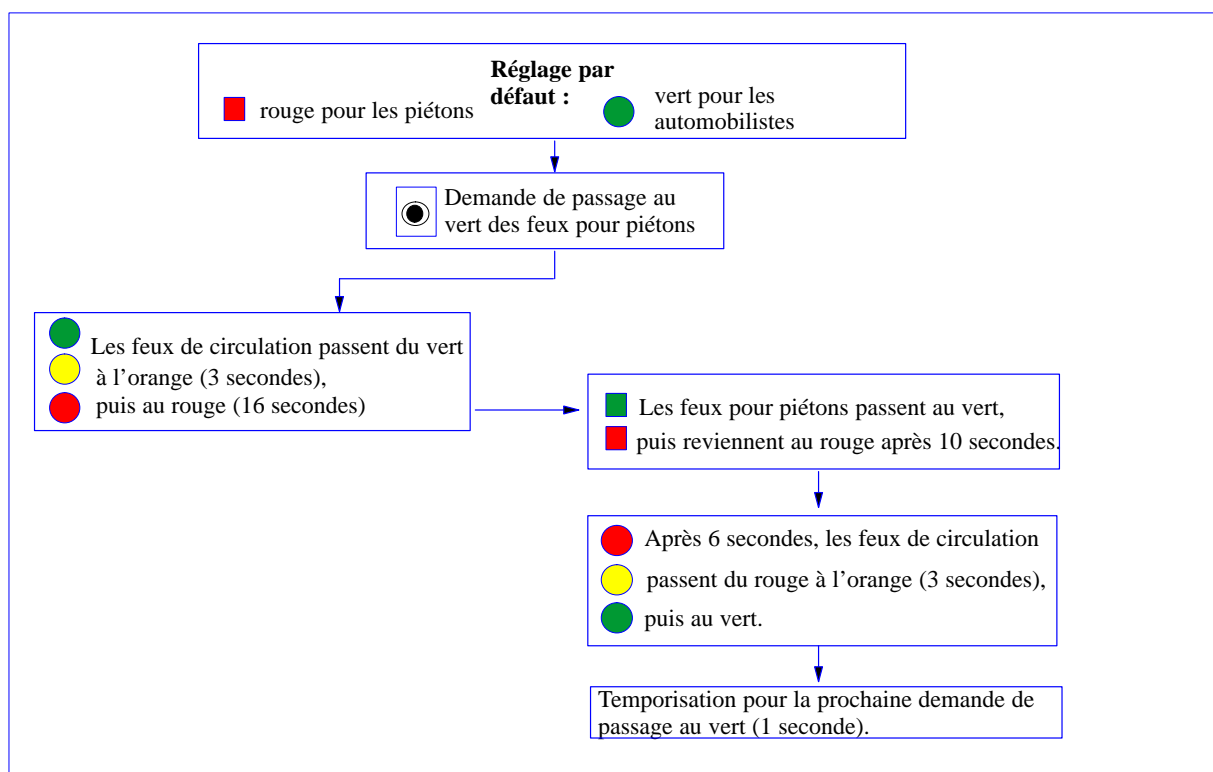

Figure 2-3 Actigramme de la commande des feux de signalisation
- Quand un piéton presse sur le bouton-poussoir, le programme reçoit la demande de passage au vert des feux pour piétons et commute les feux de circulation du vert à l'orange, puis de l'orange au rouge, comme le montre la figure 2-3.
La fig. 2-3 schématise le déroulement du programme FEUX :